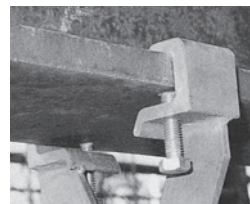

図1
- ② フランジ幅に合ったサスペンダーの穴にクリップを通しロックする。(図1参照)